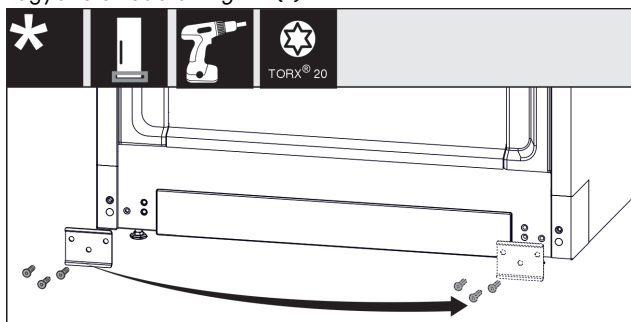

Fig. 15
- ▶ Csavarozza le a lemezt Fig. 15 (1), helyezze át a másik oldalra, és ismét csavarozza fel.